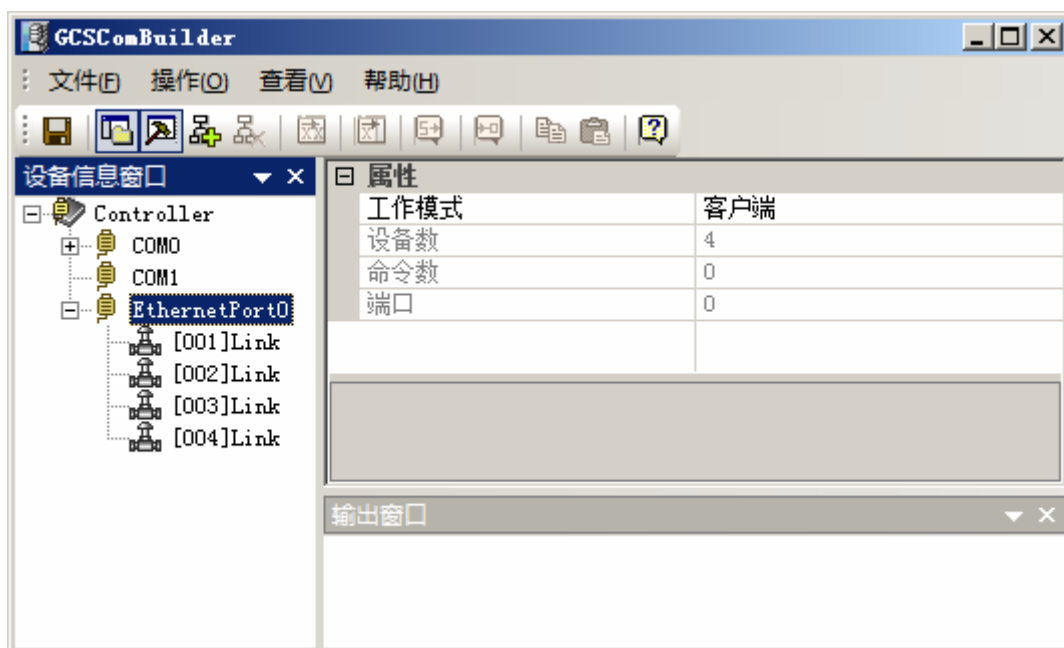

图 4-15 MODBUS TCP 客户端通信组态之链接添加
2. 右击“EthernetPort0”，选择添加链接，依次添加 4 条，添加完毕后如图 4-15 所示。